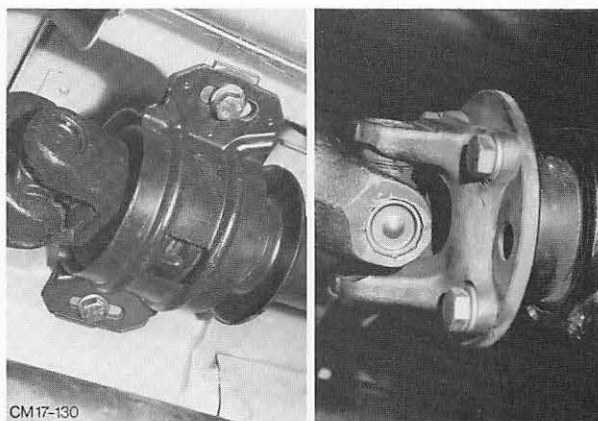

Abb. 8 Gelenkwellenbefestigung, Antriebsflansch – Mittellager
4. Gelenkwelle von Antriebsflansch und Mittellager – Bodengruppe abschrauben. Abb. 8. Welle komplett aus der Getriebeverlängerung ziehen.